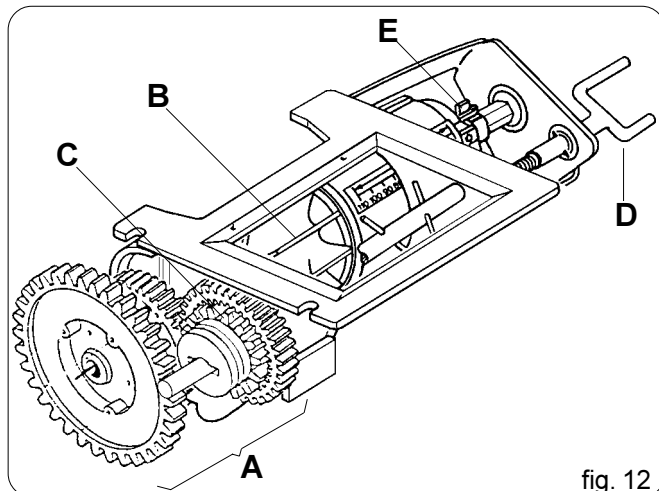
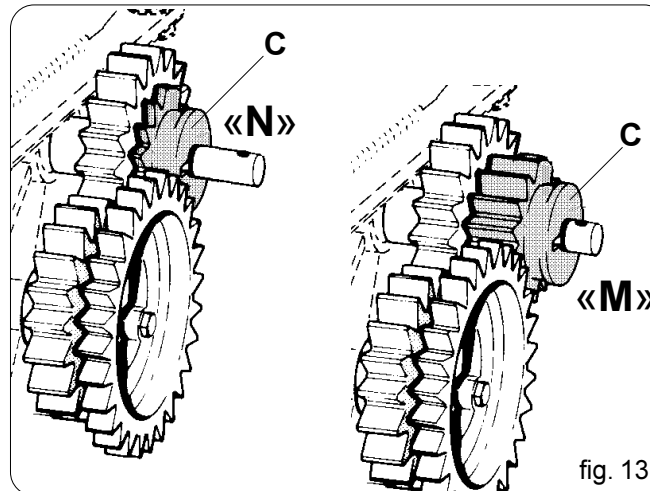

fig. 12
fig. 13
Il dosatore (fig. 12), organo principale per il funzionamento della seminatrice, è posizionato sotto il serbatoio delle sementi. Riceve il moto dalla ruota di trasmissione per mezzo di ingranaggi (con rapporto proporzionale alla larghezza di lavoro) e catene. Composto da un cambio (A Fig. 12), permette due rapporti di trasmissione al rullo distributore (B) variando la posizione della ruota dentata rossa (C fig. 13). Nella posizione «N», il rapporto al cambio è di 1:1 dettato dalla coppia di ruote dentate Z19; spostando la ruota (C) in «M», il rullo distributore dimezzerà i propri giri, in quanto la trasmissione viene composta dalla ruota motrice rossa Z14 e ruota condotta Z28. Eseguendo una prova di dosaggio come descritto nel capitolo 3.2.3 si noterà che, rispetto ad una prova con rapporto 1:1, la quantità di prodotto distribuita risulterà dimezzata (vedi tabella pag. 27).
The doser (fig. 12) the most important part for seeder operation, is located underneath the seed hopper. Motive power is transmitted to it by the drive wheel through gears (with ratios proportional to the width of the work to be carried out) and chains. Thanks to a gearbox (A fig. 12) it allows the distributor roller (B) to operate with two gear ratios, by changing the position of the red toothed wheel (C fig. 13). In position "N", the gear ratio is 1:1, as imposed by the pair of toothed wheels Z19; when the wheel (C) is shifted to the "M" position, the distributor wheel halves the number of revolutions, as the drive is then composed of the red drive wheel Z14 and the drawn wheel Z28.
Der Dosierer (Abb. 12) ist die wichtigste Vorrichtung für den Betrieb der Sämaschine und ist unter dem Saatgutbehälter angebracht. Er wird mittels Zahnrädern (deren Verhältnis proportional zur Arbeitsbreite ist) und Ketten vom Treibrad angetrieben. Der Dosierer besteht aus einem Getriebe (A Abb. 12), das zwei Übersetzungen des Zahnrads (B) ermöglicht, indem die Position des roten Zahnrads (C fig. 13) verändert wird. In der Stellung "N" beträgt das Getriebeverhältnis 1:1 und wird durch das Zahnradpaar Z19 realisiert. Wenn das Rad (C) auf "M" gestellt wird, halbiert das Zahnrad seine Drehzahl, da der Antrieb in diesem Fall aus dem roten Treibrad Z14 und dem angetriebenen Rad Z28 zusammengesetzt ist.
Le doseur (cf. fig. 12), l'organe principal pour le fonctionnement de l'élément semeur, est placé sous le réservoir des semences. Il reçoit le mouvement de la roue de transmission par le biais d'engrenages (avec rapport proportionnel à la largeur du travail) et par des chaînes. Le doseur est composé d'une boîte à vitesses (cf. A fig. 12) qui permet deux rapports de transmission au rouleau de distribution (B) en variant la position de la roue dentée rouge (C fig. 13). En position "N", le rapport est de 1:1 donné par le couple de roues dentées Z19; si l'on déplace la roue (C) en "M", le rouleau distributeur réduira de la moitié le nombre de ses tours puisque la transmission est composée par la roue motrice rouge Z14 et par la roue conduite Z28.
2) El dosificador (fig 12), que es el órgano principal para el funcionamiento de la sembradora, se encuentra colocado debajo del tanque de las semillas. Recibe el movimiento de la rueda de transmisión a través de los engranajes (que tendrán una relación proporcional a la anchura del trabajo que se deberá efectuar) y de las cadenas. Consta de un cambio (A Fig. 12), permite dos relaciones de transmisión al rodillo distribuidor (B) variando la posición de la rueda dentada roja (C fig. 13). En la posición "N", la relación con el cambio es de 1:1 dictada por el par de ruedas dentadas Z19; colocando la rueda (C) en "M", el rodillo distribuidor demediará los propios giros, puesto que la transmisión será compuesta por la rueda motriz roja Z14 y la rueda conducida Z28. Al efectuar una prueba de dosificación así como viene descrito en el capítulo 3.2.3 se notará que, respecto a la prueba con la relación 1:1, la cantidad de producto distribuido resultará demediado (Véase la tabla pag.27). La posición "M" de la rueda dentada (C) es necesaria para la distribución de semillas y para cantidades relativamente pequeñas. La varilla de tornillo (D) permite graduar la abertura de la persiana según el valor de la escala graduada, indicado en la tabla y de la prueba de distribución (capítulo 3.2.3).
La molla di blocco (E Fig. 12) permette di modificare il campo d'apertura della saracinesca e contemporaneamente la portata del rullo dosatore.
The locking spring (E fig. 12) enables the opening range of the gate to be modified which, in turn, modifies the capacity of the dosing roller at the same time.
Die Sperrfeder (E Abb. 12) ermöglicht es, den Öffnungsbereich des Schiebers und gleichzeitig den Durchsatz der Dosierrolle zu verändern.
Le ressort de blocage (cf. E fig. 12) permet de modifier l'ouverture de la vanne et, en même temps, le débit du rouleau doseur.
El resorte de bloqueo (E Fig. 12) permite modificar el campo de abertura de la persiana y simultáneamente la capacidad del rodillo dosificador.